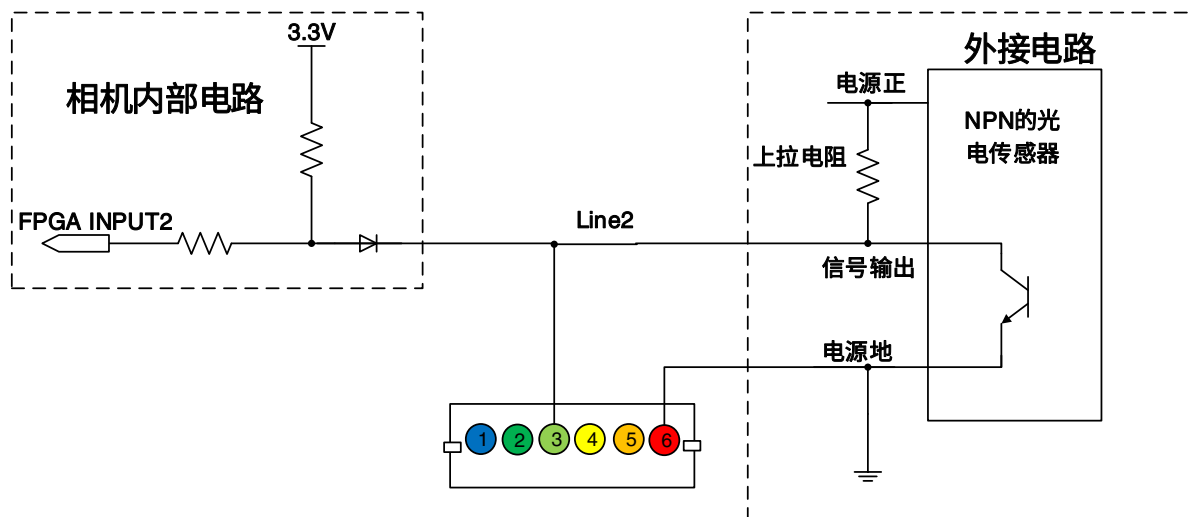
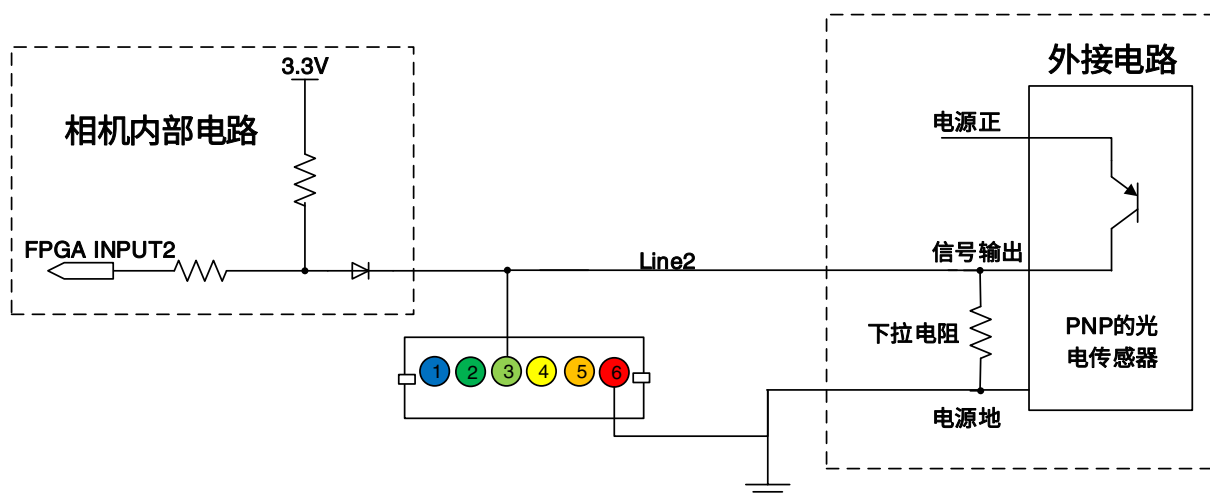

图 7-37 NPN 型光电传感器连接到 Line2/3 输入电路
图 7-38 PNP 型光电传感器连接到 Line2/3 输入电路
- Line2/3 输入高电平时，输入电流小于 100 μ A；Line2/3 输入低电平时，输入电流小于-1mA。Line2/3 和 NPN 型、PNP 型光电传感器的连接方法见图 7-37 和图 7-38。上拉电阻阻值和外接电源电压的关系见表 7-19